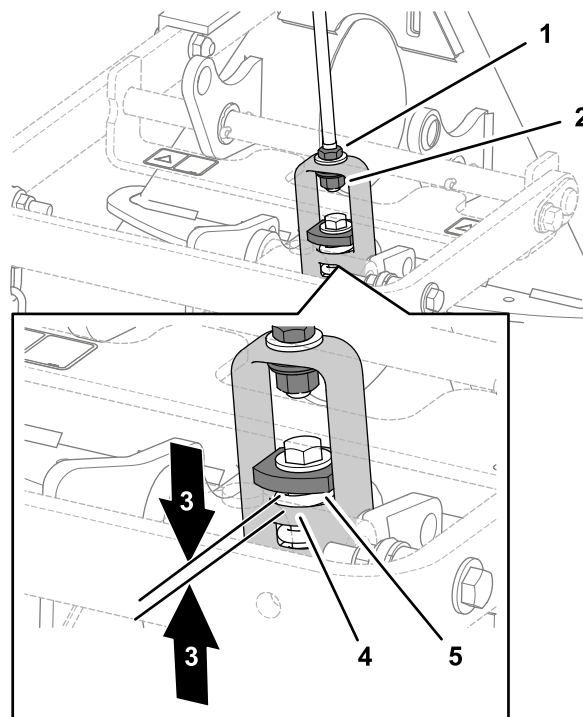

Figura 10
3. Si el espacio no es correcto, afloje la contratuerca y apriete o afloje la tuerca de ajuste del conjunto de enganche según sea necesario para obtener el espacio correcto (Figura 10).
2. Mida el espacio entre la arandela de gran resistencia y el hombro de la horquilla de elevación en el adaptador de accesorios, tal y como se muestra en la Figura 10.
Nota: El enganche está ajustado correctamente si mide un espacio de 1,5 a 2 mm entre la arandela de gran resistencia y el hombro de la horquilla de elevación (Figura 10).